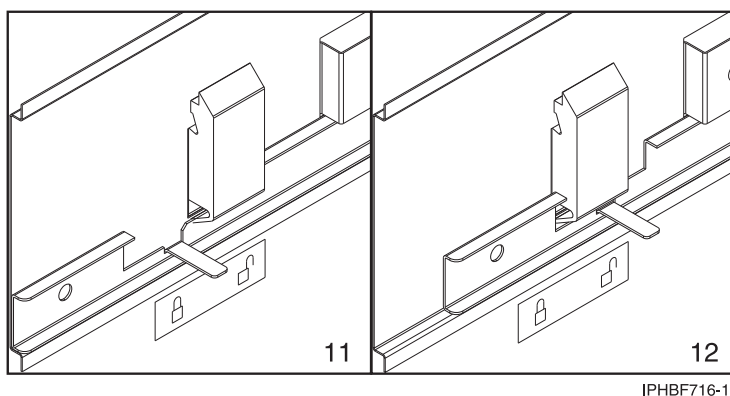

図 28. カバー・パネルへのロック/アンロック・ステッカーの貼付
- e. カバー・パネルの内側にロック/アンロック・ステッカーを貼り、33 ページの図 28 に示すように、スライド・バーがロック位置にあるときは、タブがロック状態を示すシンボルの上にくて (11)、スライド・バーがアンロックされたときはアンロック・シンボルの上にくるようにします (12)。